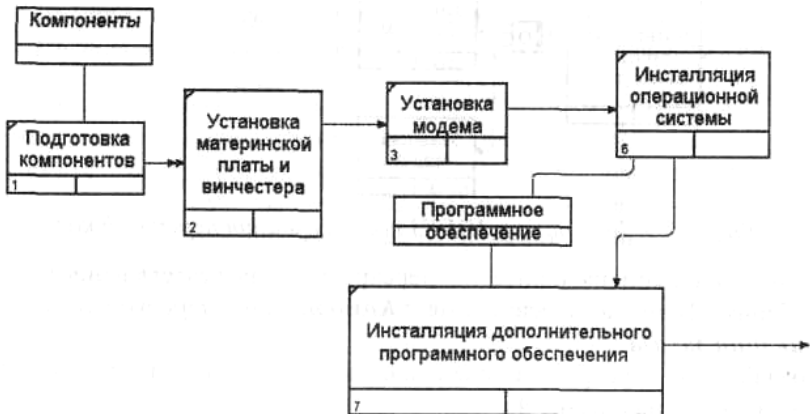

Рис. 5. Результат создания сценария
- 2) Удалите элементы, не входящие в сценарий (рис. 5).